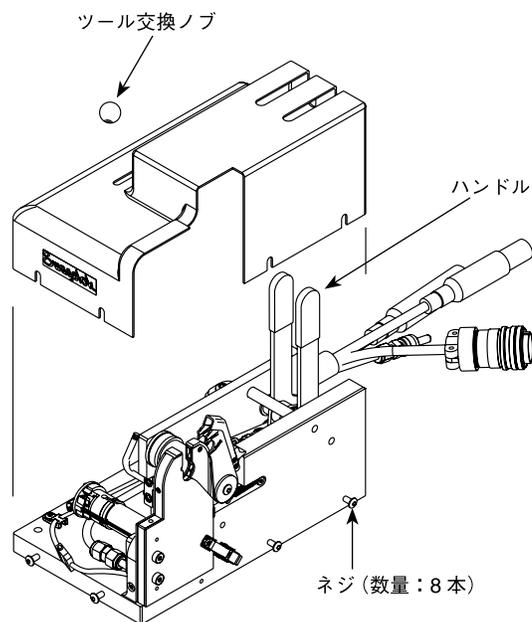

図 42：金属製カバーを取り外す
6. 金属製カバーを垂直に持ち上げてベースから取り外します。図 42 をご参照ください。